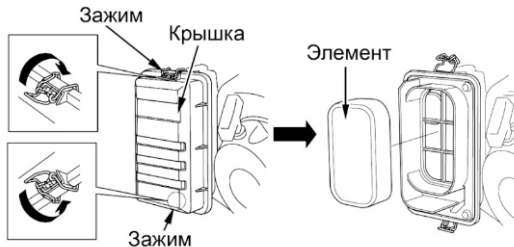

Рис. 6
- Отожмите зажимы сверху и снизу крышки воздушного фильтра (См. Рис.6).